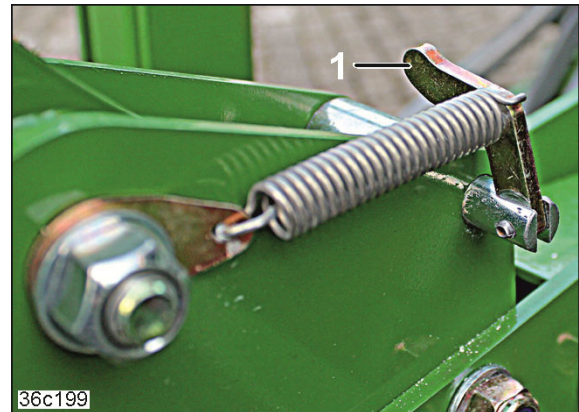

Рис. 196
3. Переместите захват (Рис. 196/1) вверх.